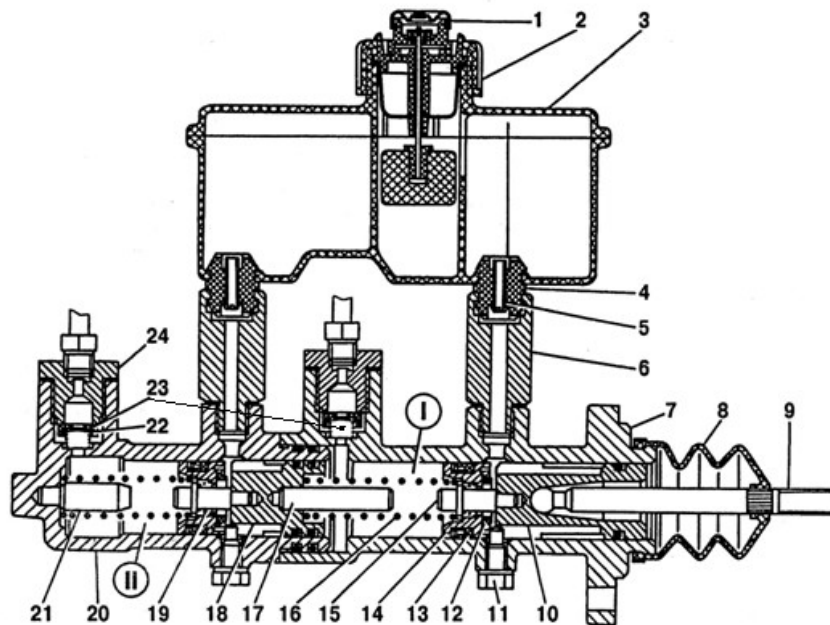

Рис.6.17 Главный тормозной цилиндр
Бачок главного тормозного цилиндра имеет датчик, сигнализирующий о падении уровня тормозной жидкости (сигнал выводится на контрольную лампу комбинации приборов), а в главном тормозном цилиндре (рис. 6.17) сделаны две независимые полости с двумя поршнями. Два независимых контура выполнены для безопасности: в случае повреждения одного из них (утечка жидкости или повреждения трубопровода), второй остаётся в действии.
**ВНИМАНИЕ!** При замене главного тормозного цилиндра, для обеспечения его совместной работы с дисковыми тормозами, необходимо удалить из него клапана избыточного давления (см. поз. 23 рис. 6.17).